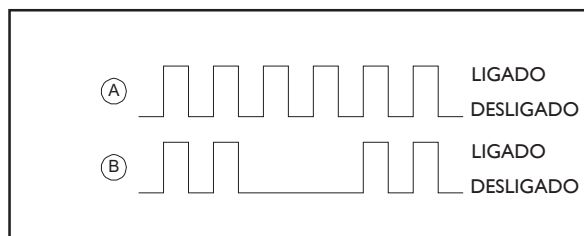

Figura 36
- Se a proteção contra congelamento da unidade interna estiver ativo, o LED Verde irá piscar com um sinal (intermitente) conforme (A) na figura 36.
- Se existir uma falha na refrigeração, o LED Verde irá piscar com um sinal (pausado) conforme (B) na figura 36.
- Se o sensor (ambiente ou de congelamento da unidade interna) falhar devido a um curto circuito (ou circuito aberto), o Timer irá piscar com um sinal (intermitente) conforme (A) na figura 36.
- Se a proteção contra sobrecarga no compressor, em modo aquecimento, estiver ativada, o LED Amarelo irá piscar com um sinal (intermitente) conforme (A) na figura 36.